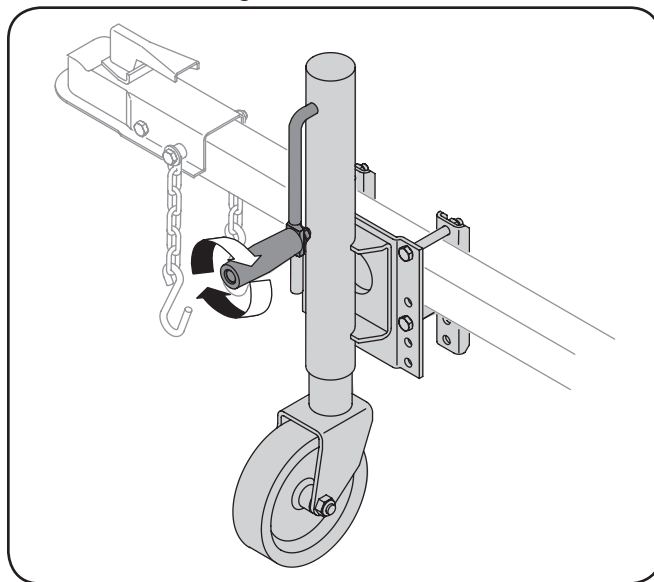

Figure 5-4
2. Levante el soporte ajustable de gato girando la manivela a la derecha. Vea la Fig. 5-4.